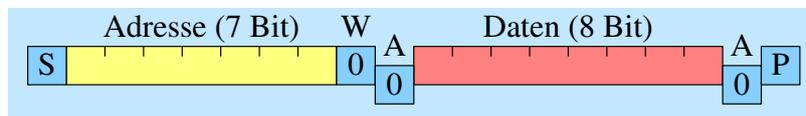

Abbildung 4: Master schreibt ein Byte
**4.2.3.3 Beispiel: Master schreibt ein Byte** In Abbildung 4 ist der Verlauf für das Schreiben eines Bytes dargestellt.